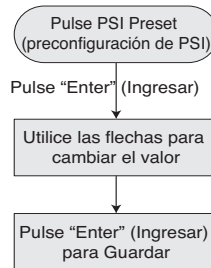

Figura 14 - Cambio del Punto de Referencia de las PSI (libras por pulgada cuadrada) utilizando la Preconfiguración de PSI.
2. Mediante la Preconfiguración de PSI (PSI Preset) (Ilustrada en la Figura 14)